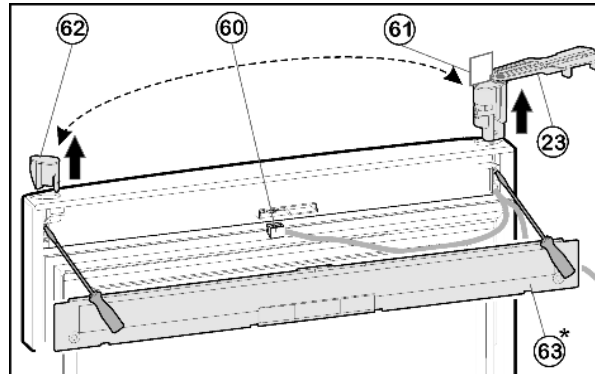

Fig. 21
- ▶ Décliqueter le cache Fig. 21 (63) sur la porte à l'aide du tournevis.
- ▶ Débrancher la prise Fig. 21 (60).
- ▶ A la porte supérieure, tourner la charnière Fig. 21 (23) vers l'extérieur parallèlement à l'arête de la porte.
- ▶ Pousser la charnière Fig. 21 (23) à partir du bas à l'aide d'un tournevis et l'enlever complètement de la porte avec le câble.
- ▶ Pousser les bouchons Fig. 21 (62) à partir du bas à l'aide d'un tournevis et les enfoncer sur le côté opposé.
- ▶ Enfiler le câble de la charnière Fig. 21 (23) sur le côté opposé et placer la charnière.
- ▶ Enlever le gabarit Fig. 21 (61) et le fixer dans la charnière.
- ▶ Enficher la fiche Fig. 21 (60).
- ▶ Encliquer le cache Fig. 21 (63) sur la porte.